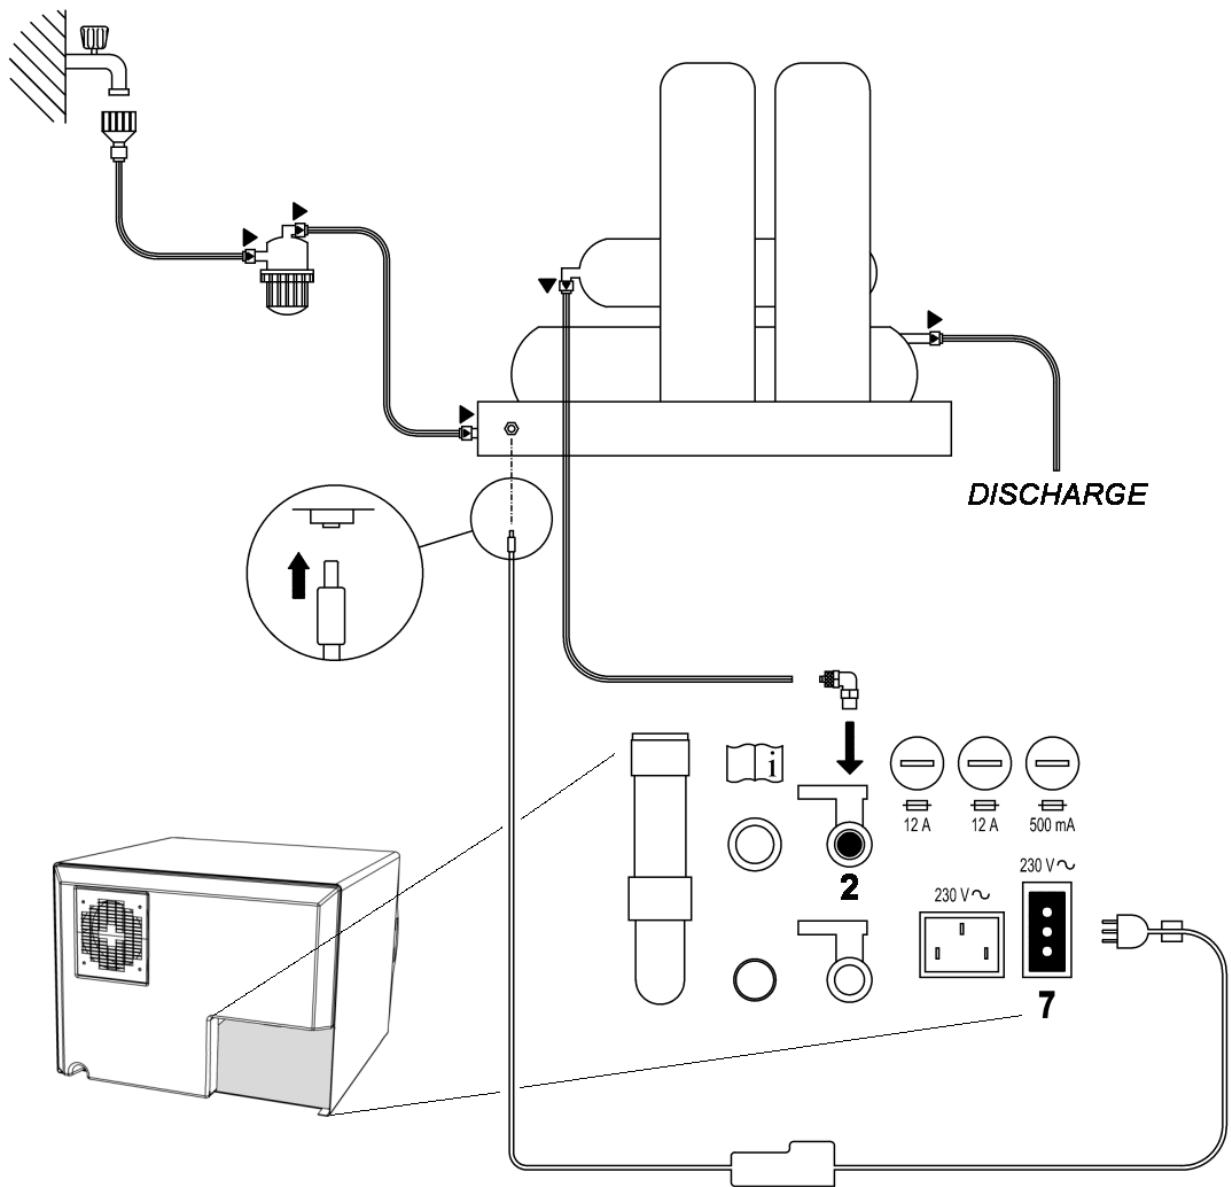

ABB.32
5. Das Schlauch-Anschlussstück am Innengewinde des Reinwasserauslauf ABB.32 POS. **2** anschrauben;
7. Den Stecker des Einlaufrohr in die Buchse ABB.32 POS. **7** auf der Rückseite des Autoklaven stecken;